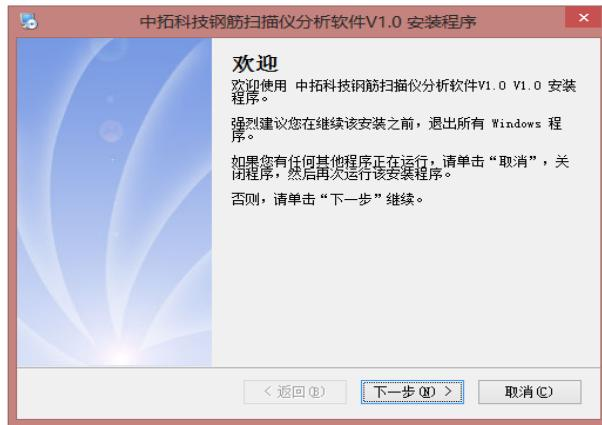

图 6-1-1
1、打开安装光盘，双击中拓科技钢筋扫描仪分析软件文件夹中的 Setup 图标，计算机会先复制文件，复制结束后则会出现如图 6-1-1 的安装界面。点击**下一步**则进入图 6-1-1，此时可输入用户信息，不输入则点击**下一步**进入安装界面，点击**取消**则出现退出软件安装界面(如图 6-1-3)，点击图 6-1-3 中的**否**返回图 6-1-1 的安装界面，点击**是**则软件退出安装。
2、进入图 6-2-1 安装界面，在此界面点击更改可以更改程序的安装路径，点击下一步进入 6-2-2，点击返回则返回图 6-1-1 界面，点击取消则如图 6-1-3 界面。进入图 6-2-2 点击下一步则进入图 6-2-3，点击下一步进行安装。完成后，进入图 6-2-4，点击下一步进行 USB 驱动程序安装。